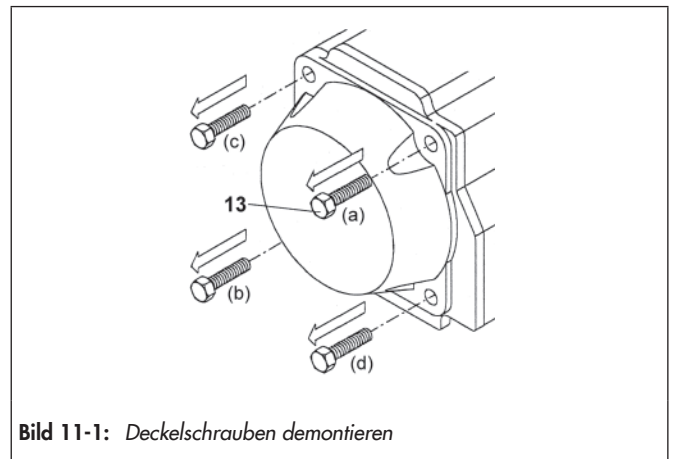

Bild 11-1: Deckelschrauben demontieren
- ⇒ Bei Demontage der Deckelschrauben, Sequenz einhalten, vgl. Bild 11-1.
- ⇒ Kompression der Federn lösen. Dabei jede Deckelschraube (13) um jeweils eine Umdrehung gemäß der in Bild 11-1 gezeigten Reihenfolge um die in Tabelle 11-1 angegebene Anzahl von Umdrehungen teilweise herausdrehen.